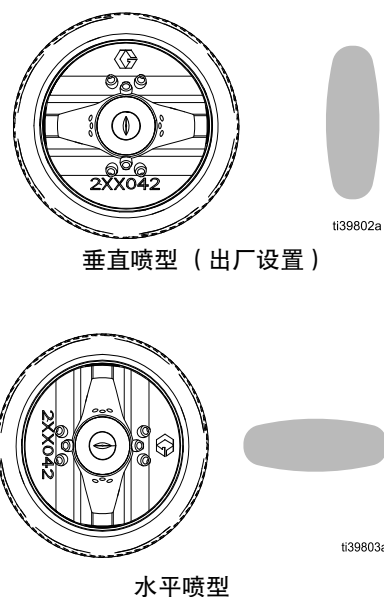

图 9: 喷型位置
6. 将空气帽 (8a) 旋转到水平或垂直喷型位置。参见图 9。
注意：空气帽定位销 (8e) 出厂设置为垂直喷射位置。参见图 9。